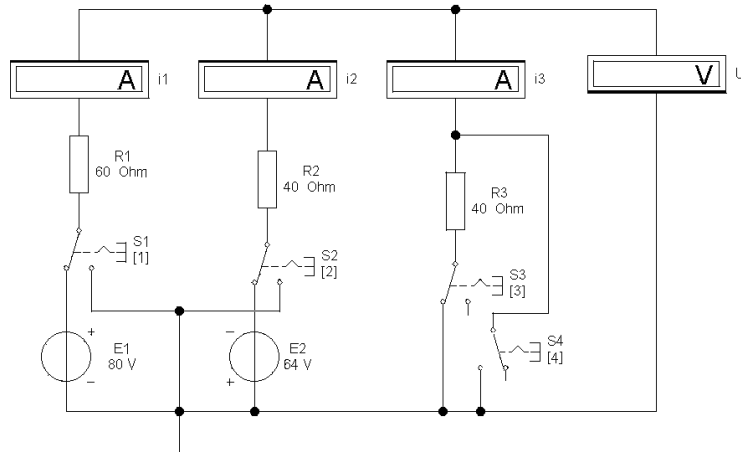

Рис. 3. Моделирование исследуемой цепи в программе EWB
7. Выполнить эксперименты в программе **EWB**. Открыть файл `lab1_01.ewb`. Схема цепи соответствует рис. 3. Установить значения элементов цепи лабораторного стенда. Установить переключатели  $S_1 \dots S_4$  с помощью клавиш «1», «2», «3», «4» в следующие положения: